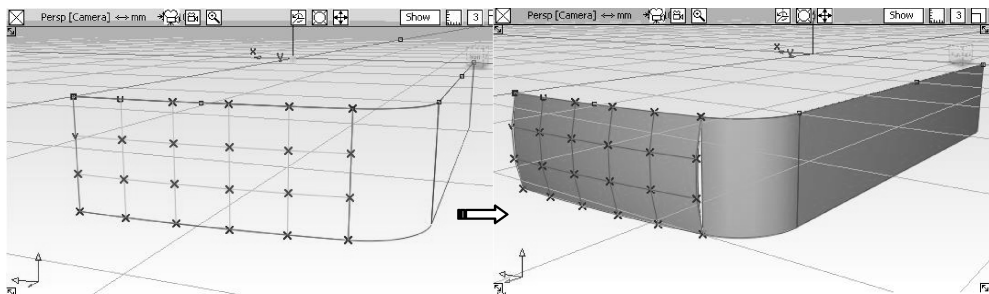

图 8-11 拉伸 CV 点
- 13 选择【Pick CV】工具 （选择【Pick hull】工具更为方便），选择【Move】工具 ，按住键盘上的【Shift】键选择拉伸曲面中间的两行 CV 点。在【Top】正交视窗中，按住鼠标右键，向上移动 CV 点，使得侧边曲面呈凸起状（如观察不明显，可以将曲面着色显示，然后在调整的过程中切换到透视图窗中查看），如图 8-11 所示。